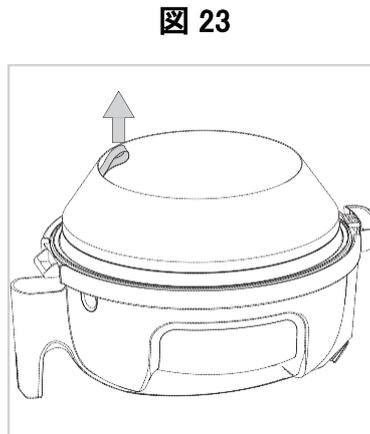

図 23
2. モータートップをサックフィルターが上側になるように置き、サックフィルターを取り外します。(図 23)